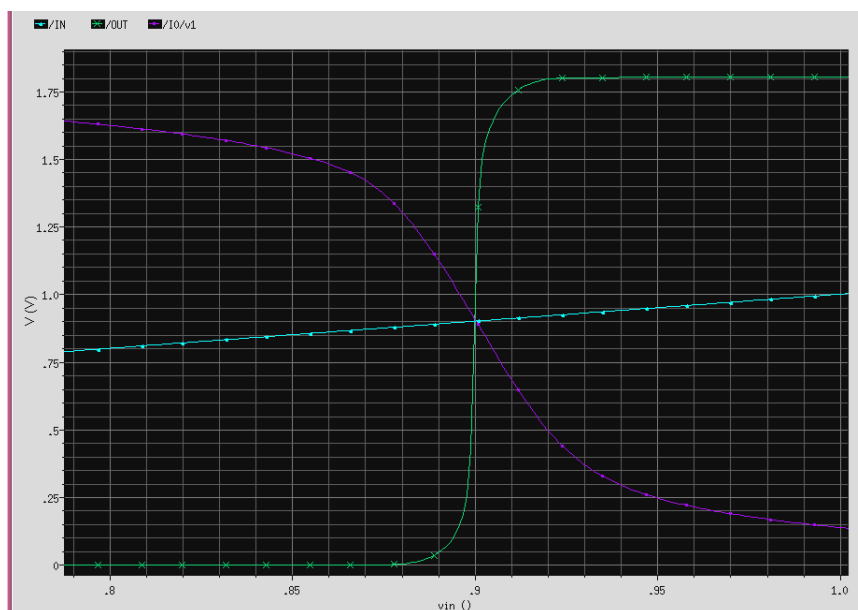

图 5.19 缓冲器的输入输出特性
③DC 分析结果。将 DC 波形放大到当前窗口中，放大 0.9V 附近的波形。可以从中测出开关阈值电压 V_M 。如图 5.19 所示。